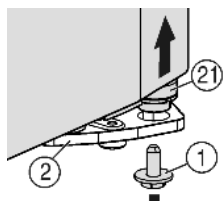
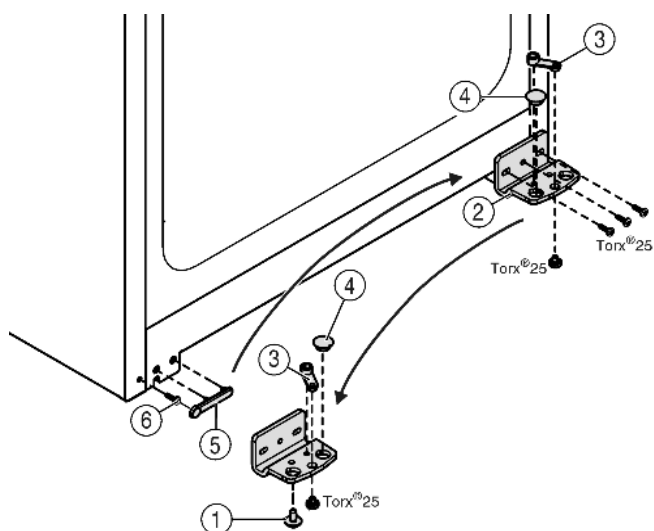

Fig. 5
Fig. 6
- ▶ Внизу справа на опорном кронштейне выкрутите фиксирующий винт Fig. 5 (1).
- ▶ Опорный палец Fig. 5 (21) можно извлечь из опорного кронштейна Fig. 6 (2).
- ▶ Если установочный винт Fig. 5 (21) не откручивается, его можно вынуть, нажав на него снизу.
- ▶ Открутите опорный кронштейн Fig. 6 (2).
- ▶ Открутите опорную деталь Fig. 6 (3) и, переставив в отверстие на противоположной стороне опорного кронштейна, снова прикрутите.
- ▶ Извлеките заглушку Fig. 6 (4) из опорного кронштейна и переставьте ее в отверстие на противоположной стороне опорного кронштейна.
- ▶ Осторожно снимите крышку со стороны ручки Fig. 6 (5).
- ▶ Выкрутите болт Fig. 6 (6) и вкрутите на противоположной стороне.
- ▶ Снова установите крышку Fig. 6 (5).
- ▶ Снова прикрутите опорный кронштейн Fig. 6 (2) на новой стороне шарнира (**с моментом 4 Нм**). При необходимости используйте аккумуляторный шуруповерт.
- ▶ Вкрутите фиксирующий винт *Fig. 5 (1)* внизу в опорный палец и затяните (с моментом 4 Нм).